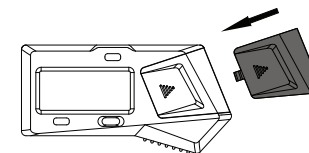

fig.3
- Feche a tampa da bateria (fig.3).